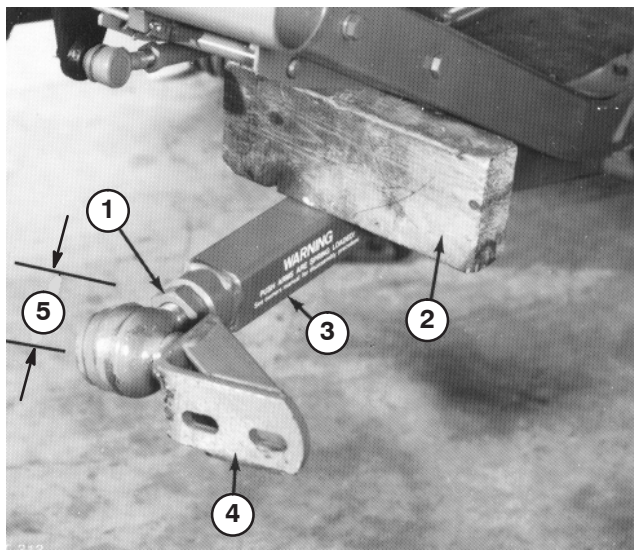

Figure 20
- Faites-vous aider par une autre personne pour appuyer sur le bras de poussée gauche. Insérez ensuite un bloc de bois de 51 x 102 mm entre le bâti et le haut du bras de poussée (Fig. 20). Vissez la rotule dans le bras de poussée gauche jusqu'à ce que le centre de la rotule se trouve à 60 mm de l'avant du bras de poussée (Fig. 20). Ne serrez pas l'écrou de blocage.